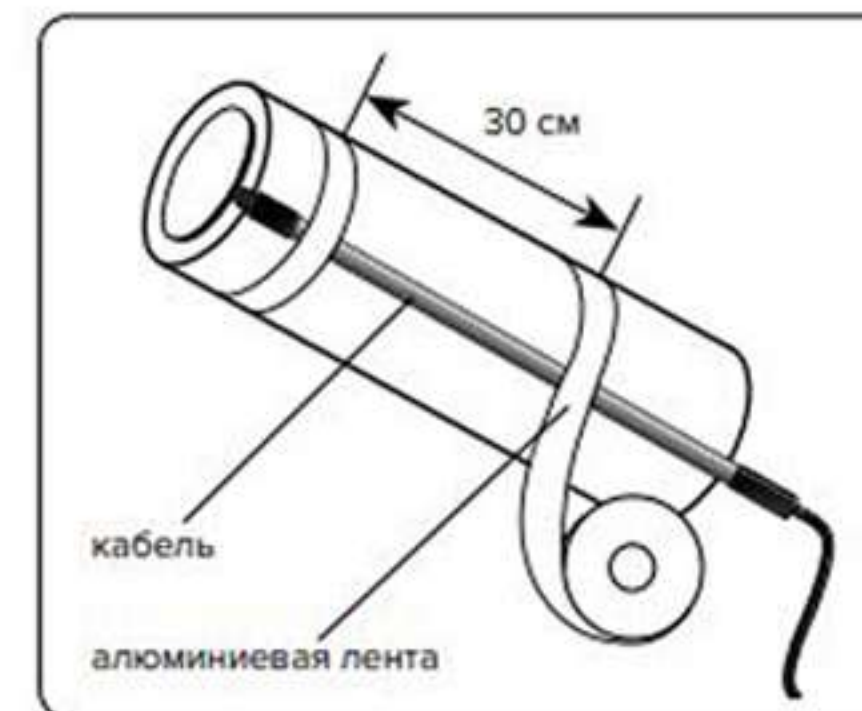
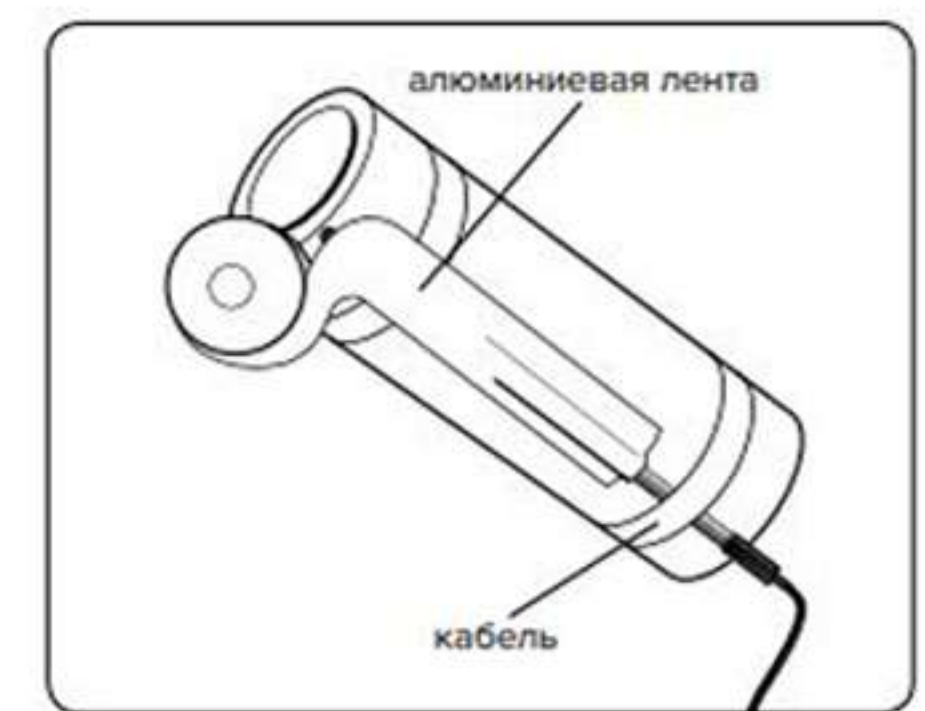

Рис.1
Рис.2
- Закрепите секцию на трубе прямолинейно или спирально (для Dтрубы>50мм) при помощи самоклеющейся алюминиевой ленты. Рекомендуемый шаг крепления 30 см (рис.1), затем рекомендуется дополнительная проклейка (рис.2).